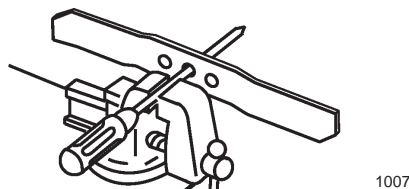

Bild 32
1. Kontrollieren Sie die Wucht des Messers, indem Sie das mittlere Loch im Messer über einen Nagel oder einen Schraubenzieher hängen, den Sie horizontal in einen Schraubstock einklemmen (Bild 32).